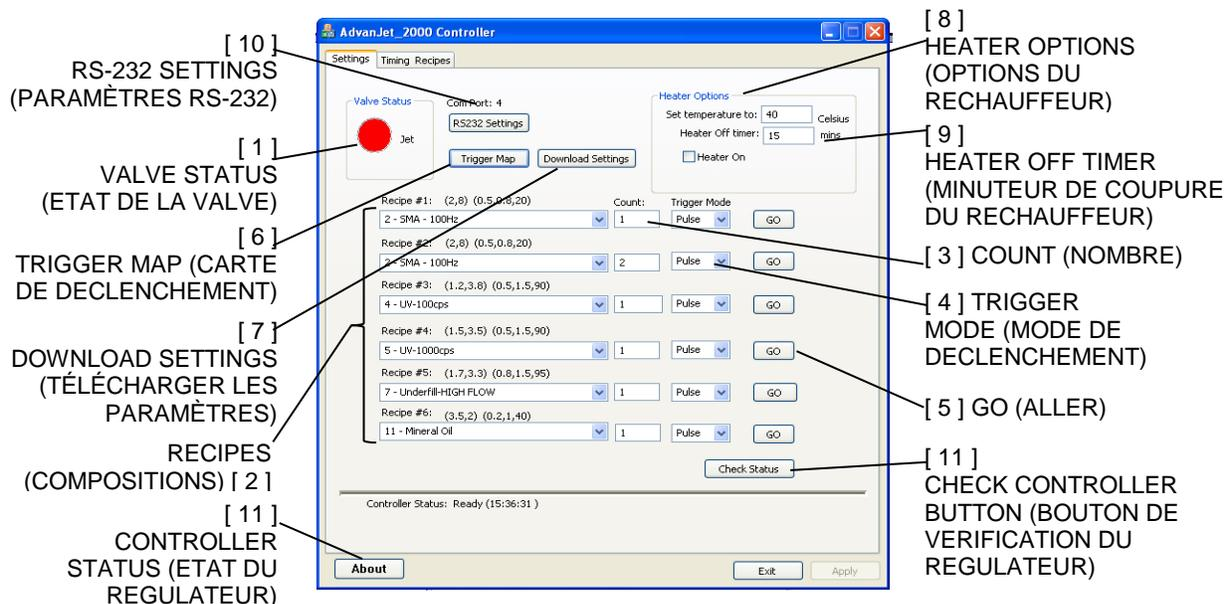

Figure 5-1 : menu Paramètres du logiciel Advanjet
Cette section décrit les fonctionnalités 1 - 11 du menu Paramètres du logiciel Advanjet comme indiqué **Figure 5-1** sur la page précédente.
3. **Count (nombre)** : count représente le nombre de gouttes pour la composition correspondante. Par exemple, pour distribuer une seule goutte de la composition n° 1 SMA 100 Hz (comme indiqué à **Figure 5-1**), spécifiez 1 dans Count (nombre). Pour distribuer plusieurs gouttes, choisissez un nombre supérieur à 1, comme indiqué dans la composition n° 2.